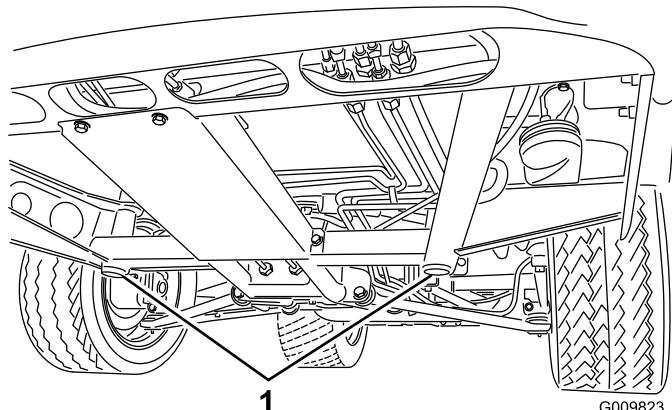
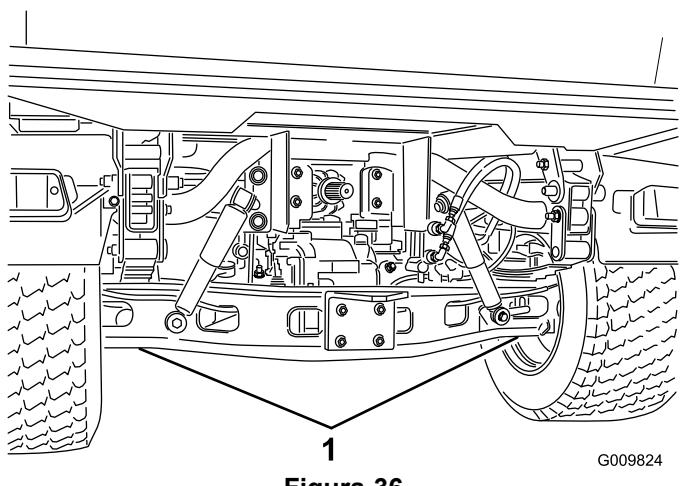

Figura 35
Figura 36
- El punto de apoyo del gato en la parte delantera de la máquina se encuentra en el travesaño central delantero del bastidor (Figura 35), y en la parte trasera está debajo del tubo del eje (Figura 36).